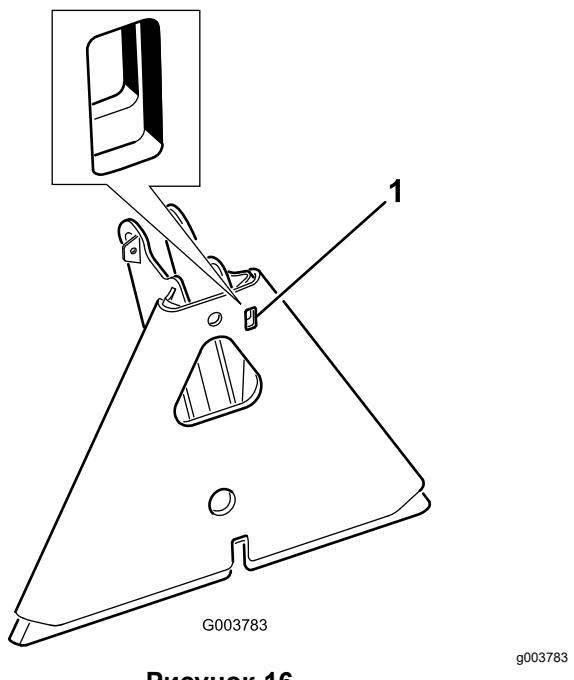

Рисунок 16
**Примечание:** Если стыковочный узел навесного оборудования заклинило на стыковочном узле тягового блока, вставьте монтировку или отвертку в паз для поддевания, чтобы разъединить эти части (Рисунок 16).